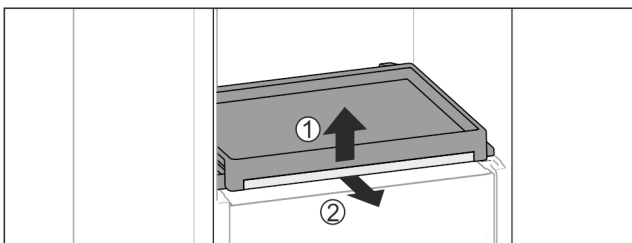

Fig. 114
- ▶ Auszugsbord mit Glasplatte entnehmen: Glasplatte vorne leicht anheben Fig. 114 (1) und nach vorne herausziehen Fig. 114 (2).